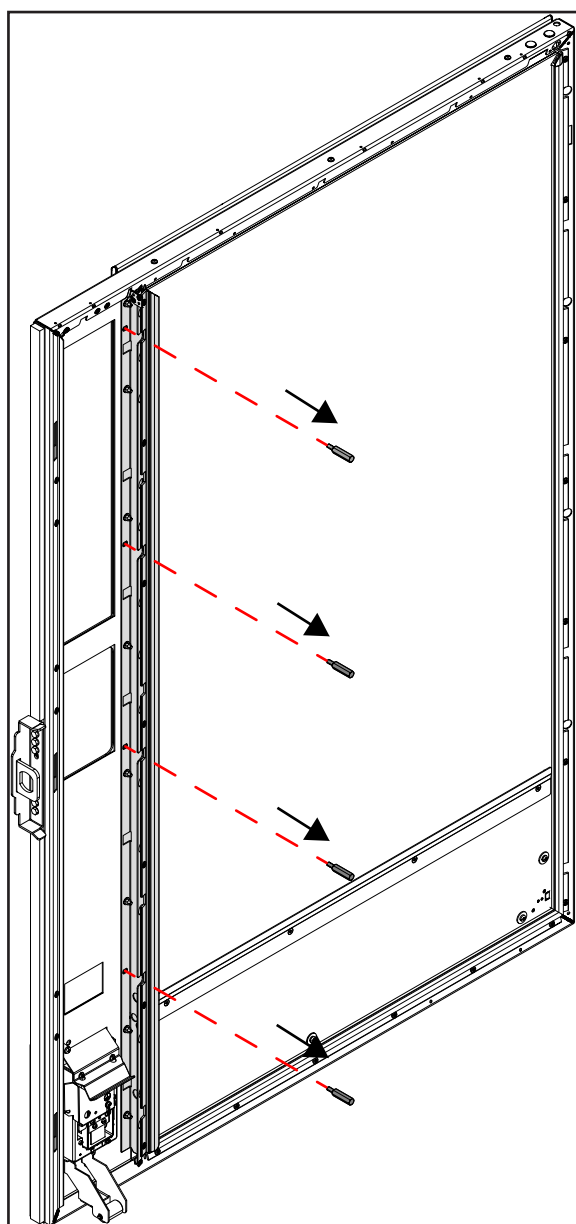

Fig. 7
3. Déposer les 4 boulons filetés hexagonaux de 10 mm (fig. 7+8)